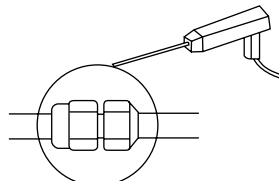

Fig. 7-4
7.4 La vérification pour détecter la fuite du fluide réfrigérant au accouplement des tuyaux est déterminé par le détecter pour la fuite de gaz (voir figure 7-4).